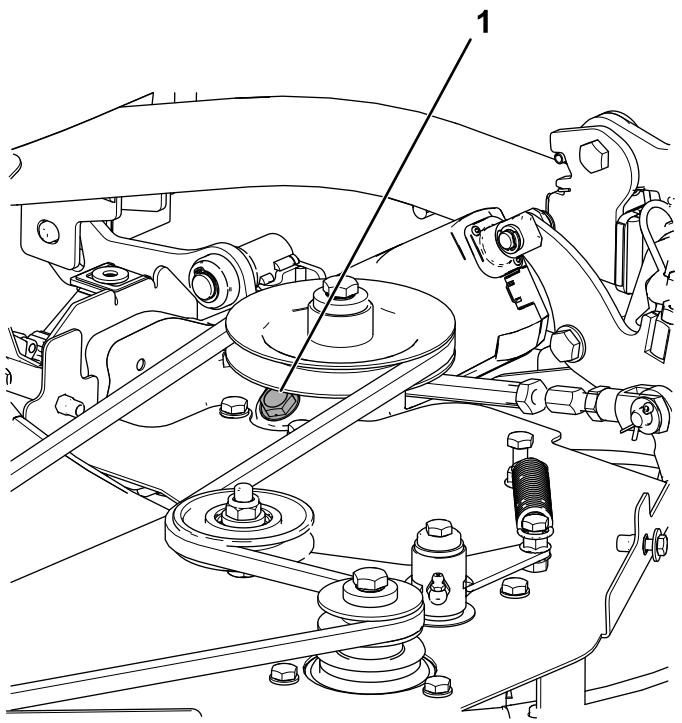

Figura 94
1. Retire a tampa da caixa de velocidades da unidade de corte (Figura 94).
3. Instale a tampa na caixa de velocidades da unidade de corte (Figura 94).